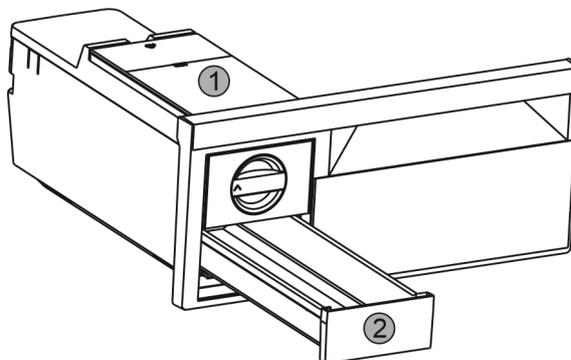

Fig. 69
- ▶ Odoberte nádržku na vodu *Fig. 69 (1)* a zásuvku na kocky ľadu *Fig. 69 (2)*.